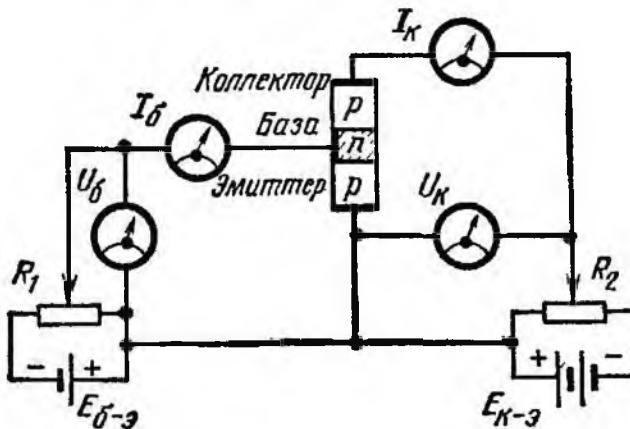

Рис. 43. Схема, используемая для снятия характеристик транзистора.
**Н.** — Вот схема, которую я придумал для снятия этих четырех величин (рис. 43).